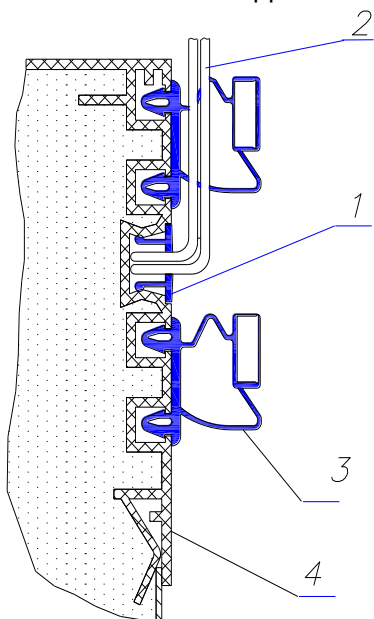
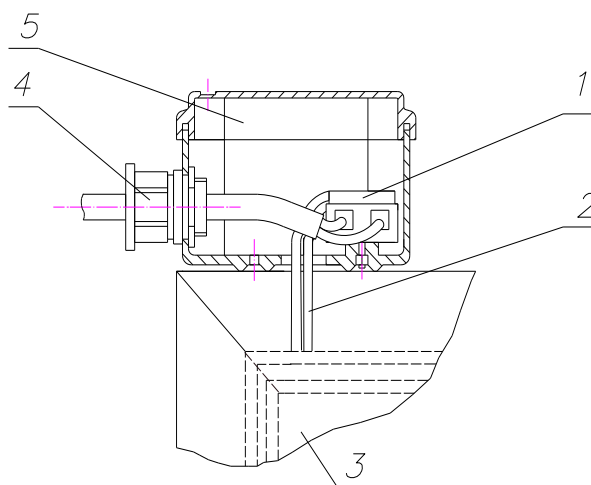
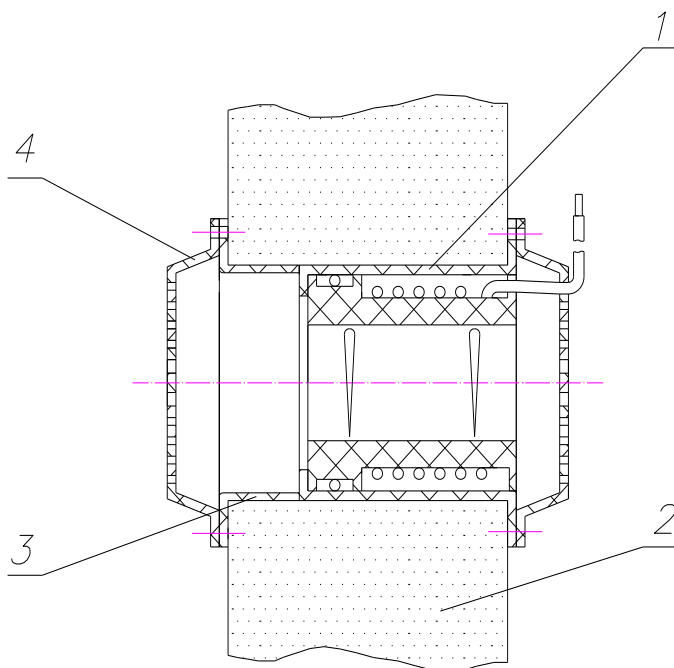

Рис.4 Установка ПЭНа двери
Рис.5 Подключение ПЭНа двери
Рис.6 Установка клапана компенсационного
При монтаже камер типа КХН необходимо установить ПЭН (провод электронагревательный) двери (рис.4, рис.5) и компенсационный клапан (рис.6), которые поставляются по дополнительному заказу.
- снять профиль поз.1 (рис.4), уложить ПЭН в паз профиля двери (поз.4), вывести провода через отверстия, выполненные в профиле поз.1 и мягкой вставке поз.3, и подсоединить к клеммнику соединительной коробки поз.5 (рис.5)
При установке компенсационного клапана в боковой панели просверлить отверстие $\varnothing 65$ мм. Установку производить в соответствии с рис.6.